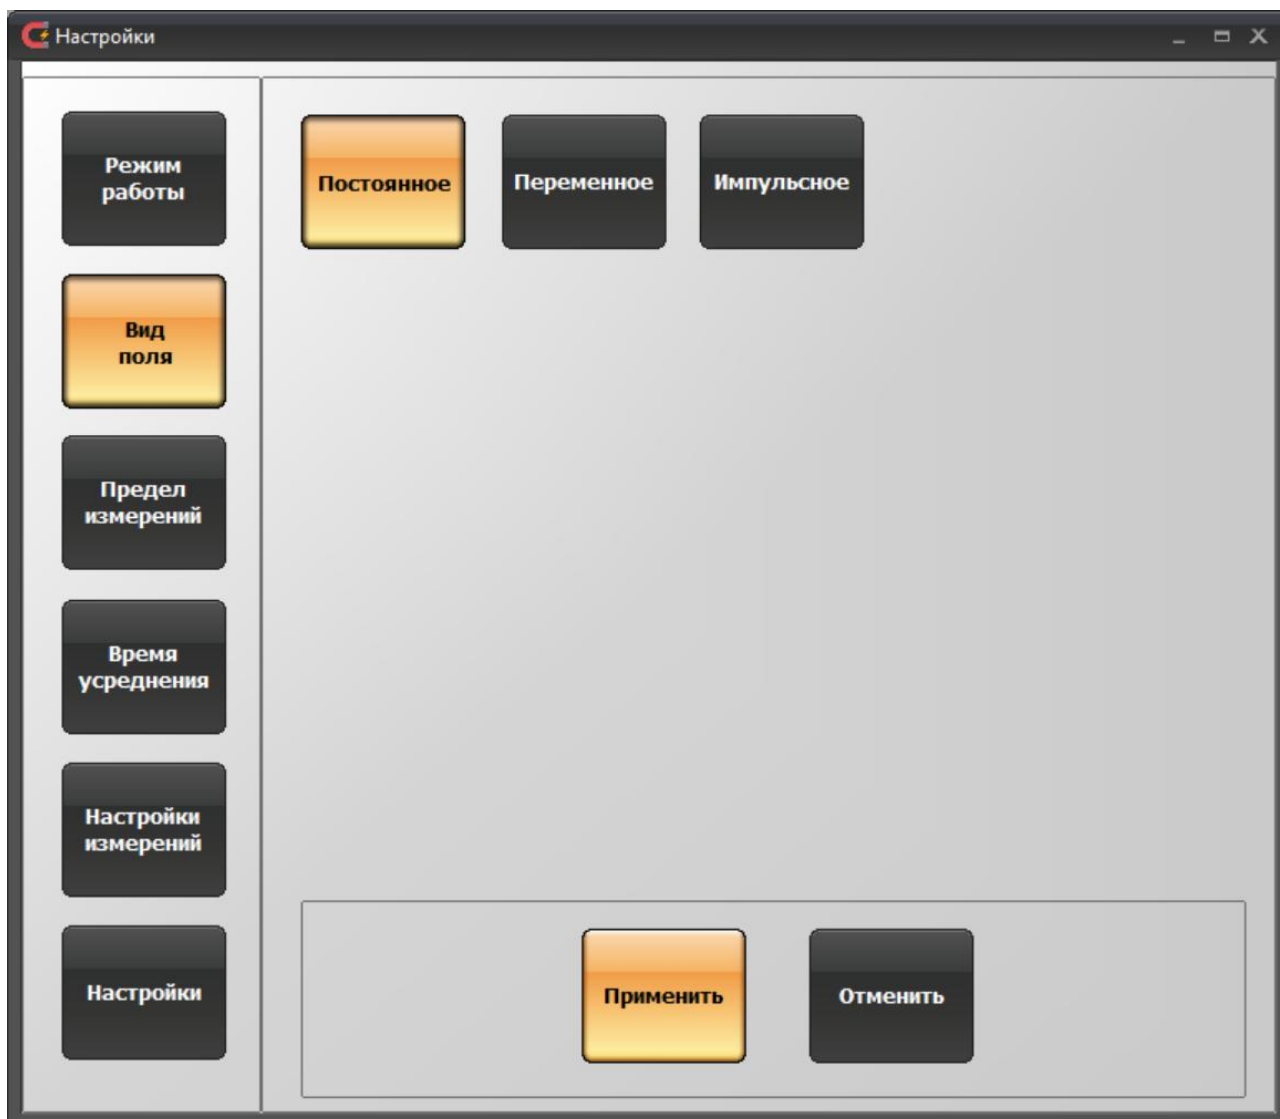

Рисунок 14. Окно настроек программы управления ТПУ-2В в режиме «Тесламетр». Группа параметров «Вид поля»
1) «Вид поля» (рисунок 14). В режиме «Тесламетр» ТПУ-2В позволяет измерять параметры постоянного магнитного поля, переменного магнитного поля (максимальные значения) и импульсного магнитного поля.